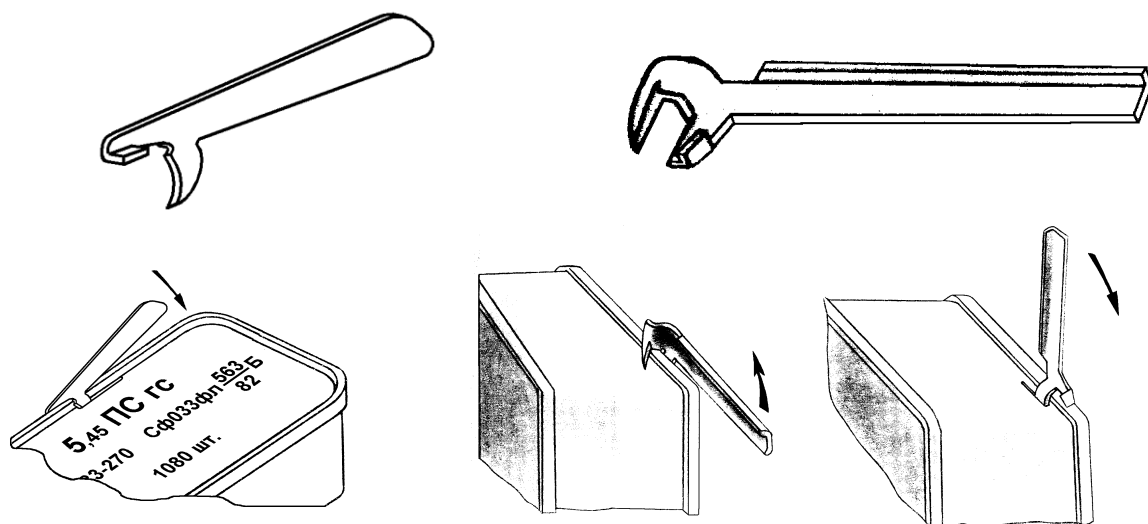

Рис. 12. Врізки ключів та способи їх застосування для відкриття металевих коробок
- розкриття металевих коробок за допомогою спеціальних ключів (рис. 12) (силует ключа для розкриття металеві коробки з патронами до гармати зображений на кришці дерев'яного ящику);